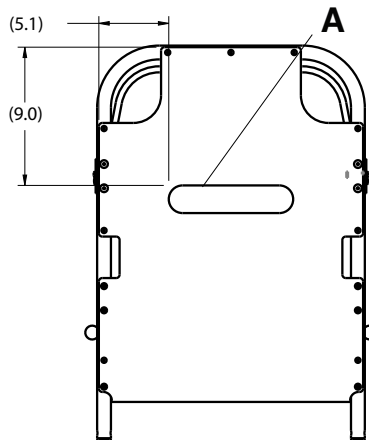

Figura 1 – Aplicación del Velcro® al respaldo Fowler
6. Quite el papel protector del **Velcro®** para el respaldo Fowler (A) y aplique el **Velcro®** a la superficie del respaldo Fowler (Figura 1).